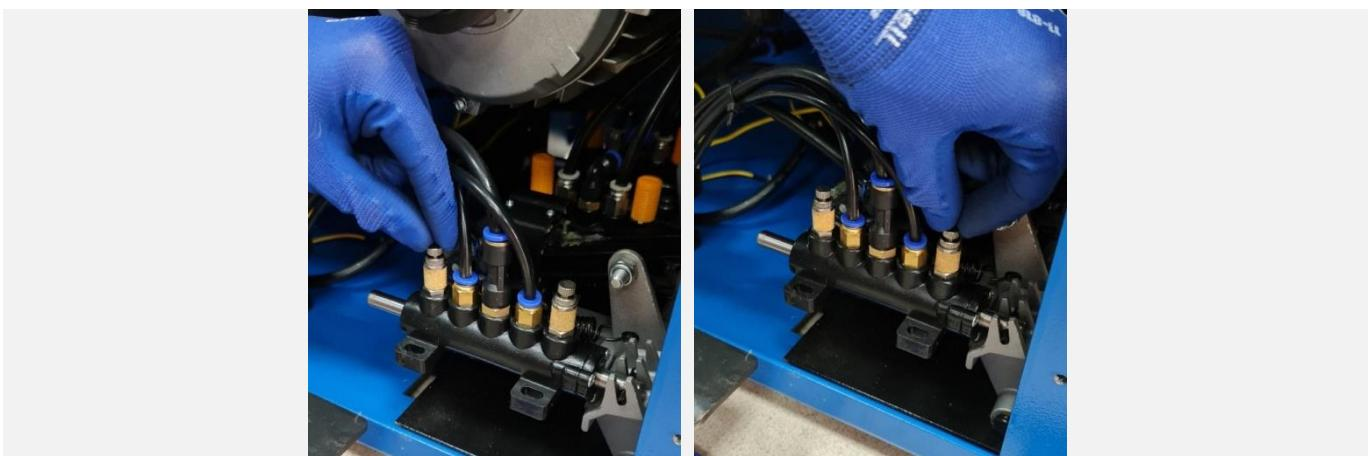

Рисунок 74
**11.7.2** Поворачивая пневмодроссель с глушителем, расположенный на пневматическом распределителе, управляющим движением монтажной колонны (см. Рисунок 74), установить требуемую скорость (плавность) открытия и возврата в рабочее положение монтажной колонны.